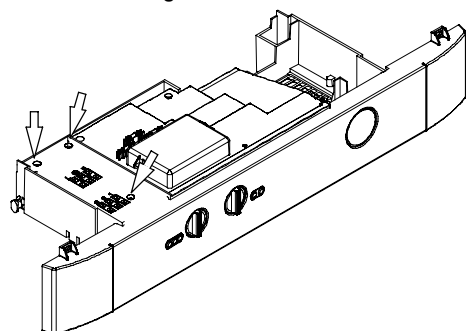

fig. 7.4
- 5 Svitare le viti e rimuovere il coperchio copri morsettiera fig. 7.4